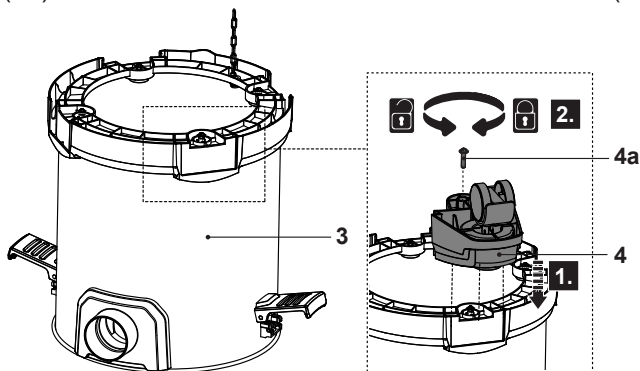

Fig. 2
- > Coloque el depósito (3) boca arriba sobre una superficie plana y estable.
- > Alinee y deslice las ruedecillas (4) por los soportes. Fije la conexión con los tornillos (4a) usando un destornillador de estrella adecuado (Fig. 2).